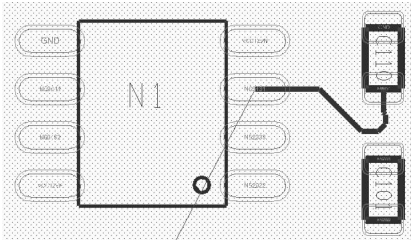

图 12-13 完成布线操作
5) 绘制光标到达目标接点后单击鼠标完成两点间的布线，再右击鼠标，在弹出的菜单中选择“Done（完成）”命令，将完成布线操作，如图 12-13 所示。